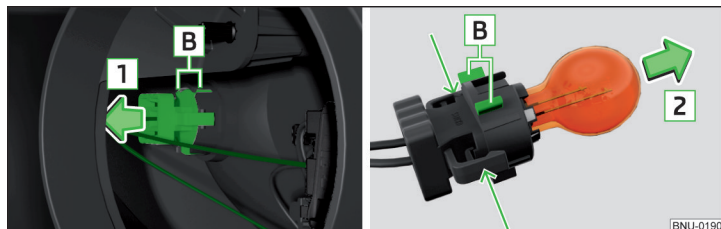

Fig. 340 Cambiar la bombilla para luz intermitente delantera
- › Extraer el portalámparas con la bombilla con movimientos de vaivén en el sentido de la flecha **1** » fig. 340.